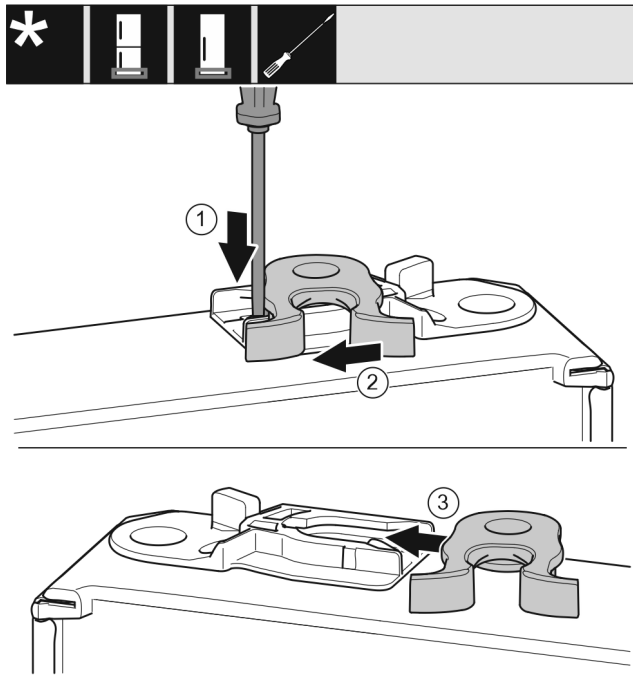

Fig. 20
- Potisnite spono Fig. 20 (1) navzdol s ploščatim izvijačem.
- Povlecite zapiralni kavelj Fig. 20 (2) ven iz vodila.
- Potisnite zapiralni kavelj Fig. 20 (3) na drugi strani v vodilo.